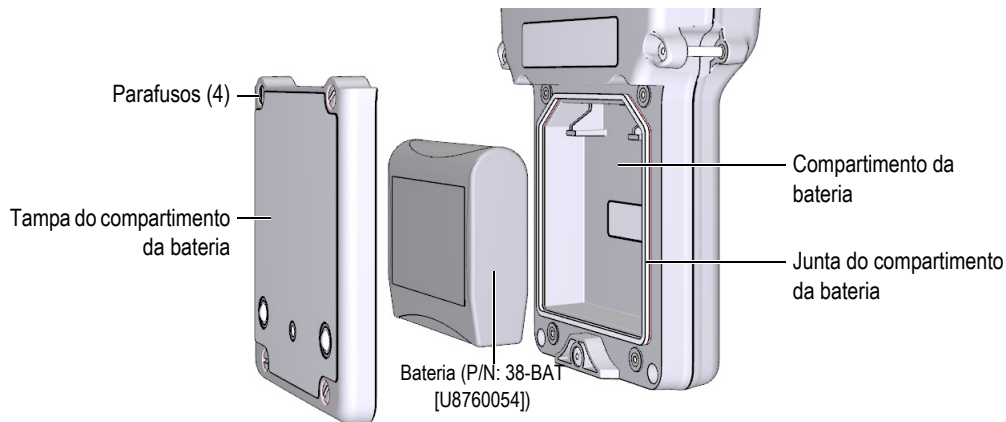

Figura 2-4 Abrir o compartimento da bateria
A bateria está localizada em um compartimento que pode ser acessado pela parte traseira do 39DL PLUS (consulte Figura 2-4 na página 54).
6. Na parte de trás do aparelho, retire os quatro parafusos da tampa do compartimento da bateria (veja Figura 2-4 na página 54).